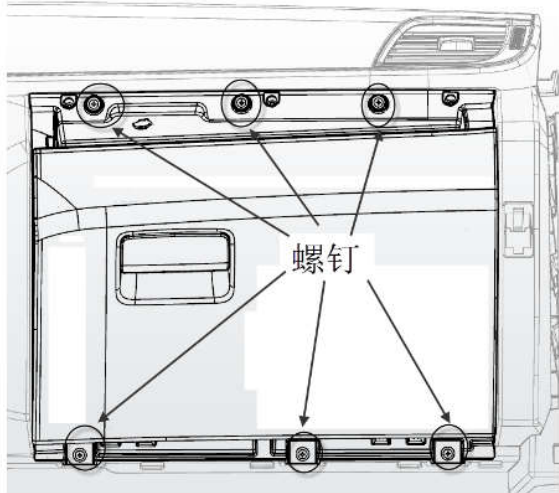

图 1-25 杂物箱总成示意图
(1) 将杂物箱开启到极限；
(2) 用十字螺丝刀拆卸下图 1-25 所示的 6 个螺钉；
(3) 延朝向身体方向水平向内拉杂物箱，即完成杂物箱的拆卸。
(1) 拆卸上本体总成前需先将组合仪表罩，组合仪表，组合开关罩，中盖板，左、右装饰盖板，A柱上护板，A柱上护板盖板，主、副驾安全气囊等件拆除，并断开连接在仪表板上本体上的接插件；
(2) 用套筒拆卸仪表板上本体左右共两个六角头螺栓和大垫圈组合件（Q150B0620T1F61K+Q40206）；
(3) 用十字螺丝刀拆卸 8 个十字槽大半圆头自攻螺钉（Q2734216F3A）；
(4) 用头部缠绕柔性胶带（或其它柔性产品）的一字螺丝刀小心撬起图 1-25 所示的三个卡扣，当所有卡扣都已脱开时，缓慢向上翻转上本体，使卡脚完全脱出。
(5) 向上旋转仪表板上本体一定角度，
(3) 然后向下旋转上本体，注意上本体的三个卡扣卡脚（图 1-25 所示）卡入下本体，待卡扣卡脚卡入下本体，螺钉孔处限位柱卡入下本体，然后拍紧卡扣；
(4) 打紧左右上角的螺栓，然后打紧螺钉，接插好接插件。